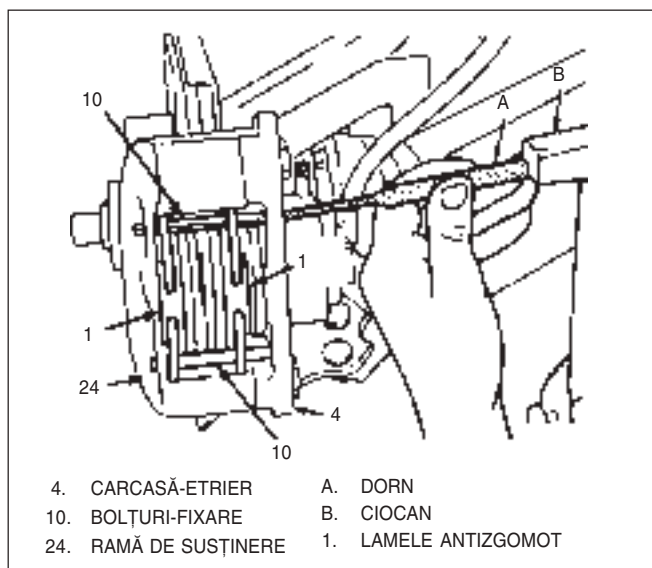

Fig. 2 Scoaterea bolțurilor de fixare
2) Bolțurile de fixare utilizând un ciocan și un dorn. Se scot dinspre interior spre afară (Fig. 2).